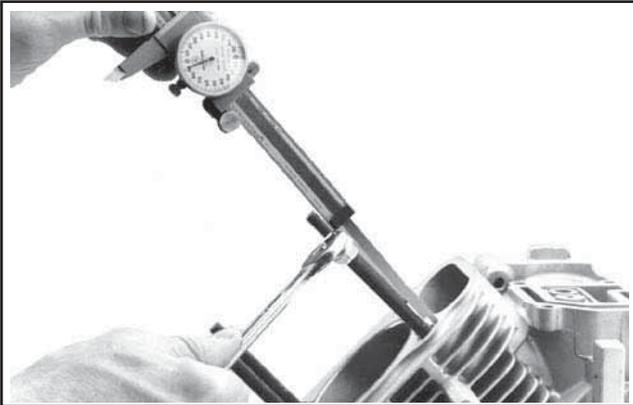

Figure 11-43. Installation de goujons d'assemblage neufs à la hauteur recommandée.
- b. Visser l'extrémité opposée du goujon (recouverte de liquide de blocage appliqué au préalable) dans le carter moteur jusqu'à ce que la hauteur recommandée depuis la surface du carter moteur soit atteinte. Voir la Figure 11-43. Pour visser les goujons, appliquer un mouvement de serrage régulier et sans interruption jusqu'à obtention de la hauteur correcte. Sinon, la chaleur de la friction dégagée dans les filetages peut causer un durcissement du liquide de blocage prématuré.